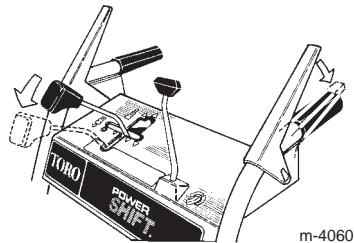

Bild 21
- Bewegen Sie den Fahrantriebshebel ganz nach vorne in die Position Power Shift und lassen Sie ihn dort (Bild 21).
- Kuppeln Sie den Fahrantriebshebel ganz ein, um die Räder in die andere Position zu bringen (Bild 21 und 22).